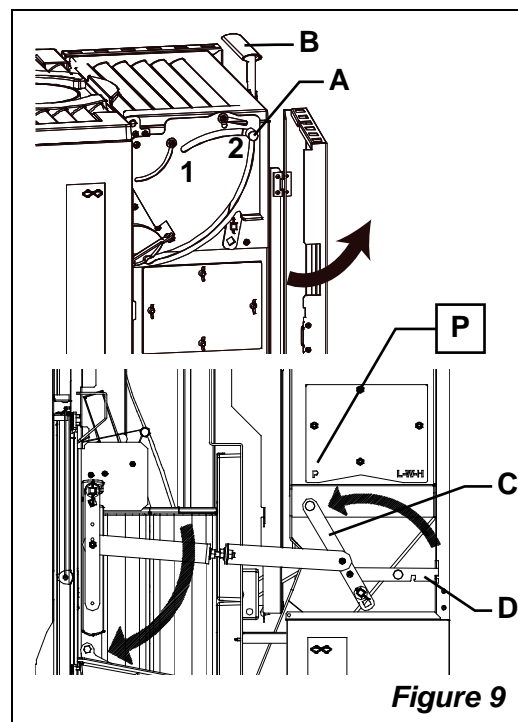

Figure 9
- 1) Ouvrir la porte latérale d'accès aux organes mécaniques (**L** Figure 9); si le levier (**C**) est déjà dans la position **P** (PELLET) aller au point 3);
- 2) Débloquer le levier (**C**) (Figure 9) en levant le verrou (**D**), le pousser vers la partie **avant** du poêle dans la position indiquée avec la lettre **P** (PELLET) et le bloquer avec le verrou (**D**), grille (**G**) en fonte verticale;
- 3) vérifier que la porte du réservoir de chargement des pellets (**S**) soit bien fermée et bloquée par la manette (**B**) (Figure 9);